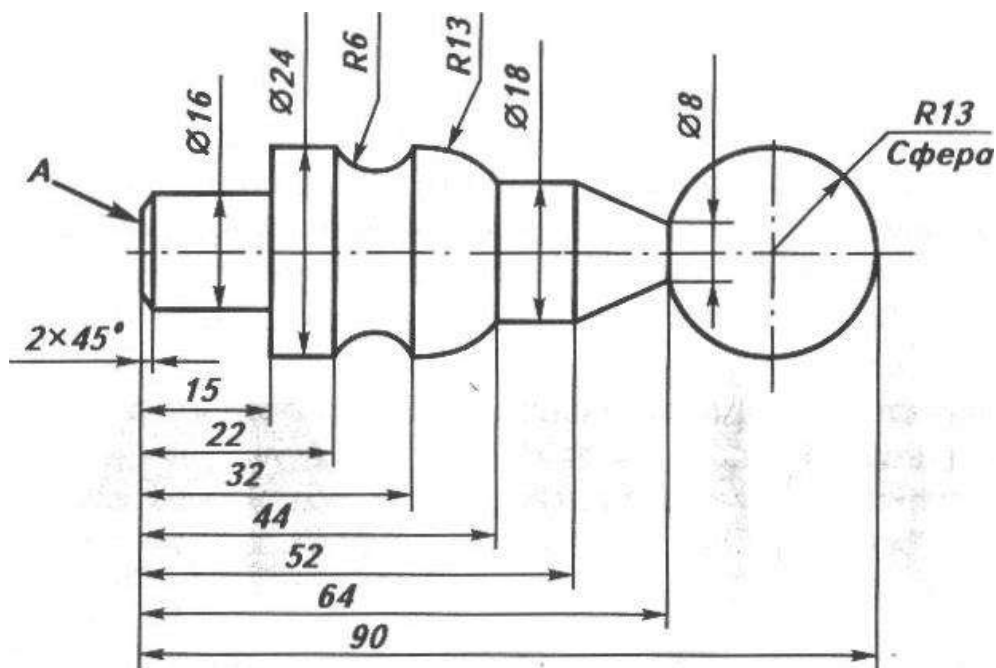

Рис. 1
1. - Изготовить по чертежу Рис. 1 – декоративный элемент мебели;- материал - берёза, заготовка 150×40мм;